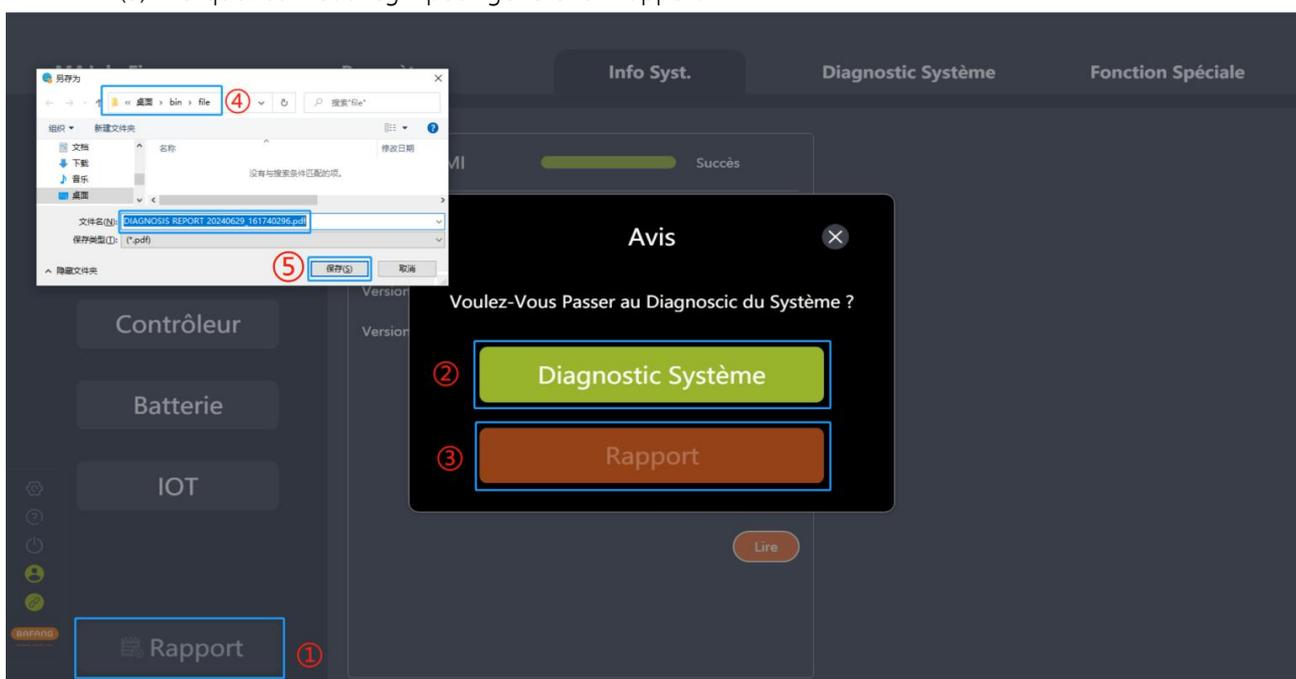

Fig. 6-5 Création de rapports dans l'interface d'Informations système
- (1) Cliquez sur "Rapport", et une fenêtre contextuelle vous demandera "Voulez-Vous Passer au Diagnostic du Système ?" (Fig. 6-5).
- (2) Pour le diagnostic du système, cliquez sur "Diagnostic Système" pour y accéder.
- (3) Cliquez sur "Rapport".
- (4) Sélectionnez le chemin de sauvegarde local.
- (5) Cliquez sur "Sauveg." pour générer un rapport PDF.